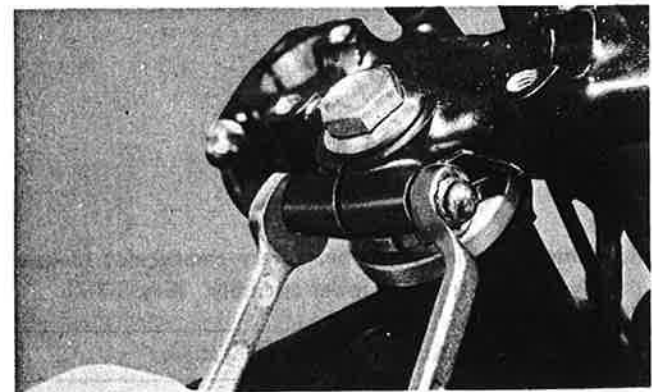

Fig. 5-7-3
7. Loosen stem pinch bolt. (Fig. 5-7-3)